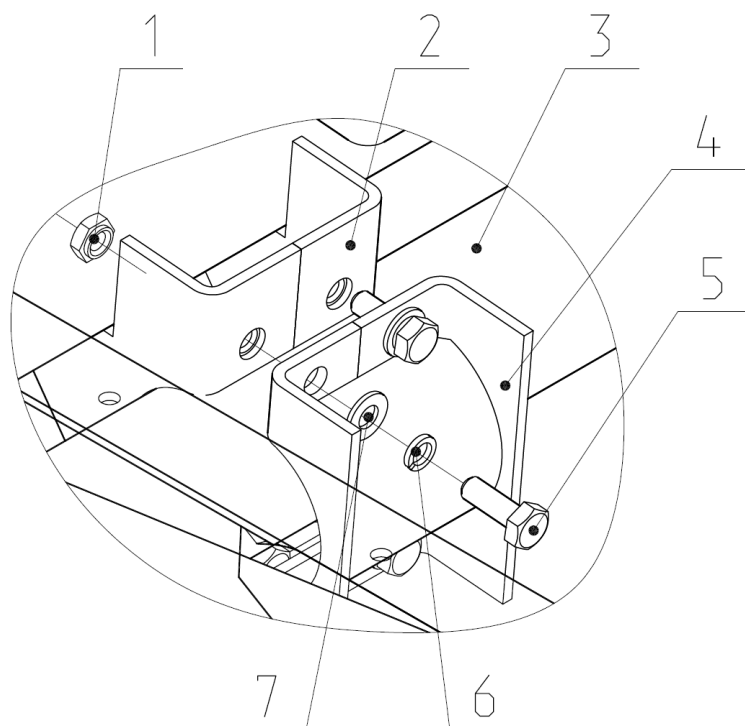

Рис. 6.2 ЖНПС 03.010А Рамка.
2.2.8 На раме 2 (рис.6.2) устанавливается стойка 1 и прижим, который закрепляется болтом 4, шайбами 6, 7 и гайкой 1.